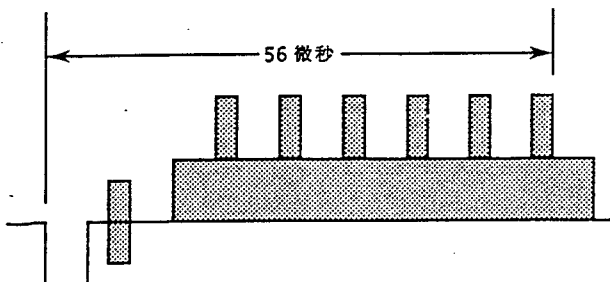

图 2-19
3. 调节 C5901, 使水平同步与字符脉冲间的时间达至如图 2-19 所示的 56 微秒的规定要求。